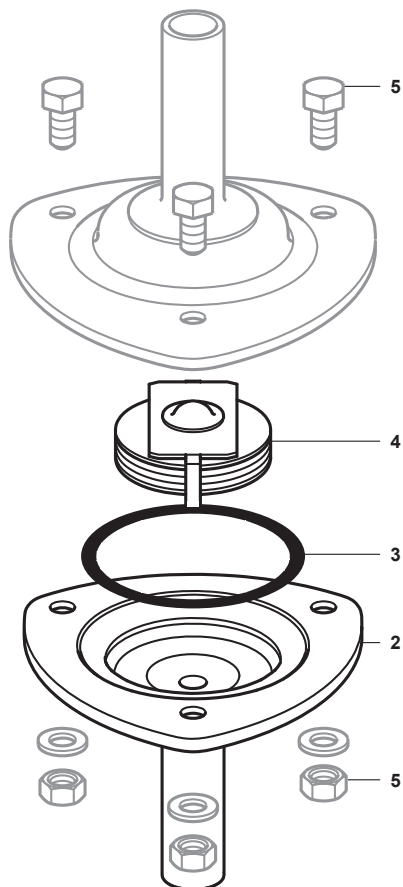

Fig. 6 - BTM7
- Rimuovere i dadi e i bulloni (5).
- E' quindi possibile lo smontaggio del corpo di uscita con la connessione terminale (2), la sede di scarico, l'O'ring (3) e l'elemento sensibile (4) per la pulizia od eventuale sostituzione. Assicurarsi che nel rimontaggio l'elemento sensibile (4) venga posizionato correttamente come indicato in Fig. 6.
- Riasssemblare usando un nuovo O'ring (3) e con l'otturatore della capsula posizionato in chiusura sulla sede di scarico.
- Sostituire i dadi e i bulloni (5) e serrarli alla coppia raccomandata (vedere la Tabella 1) e rimetterli in servizio.